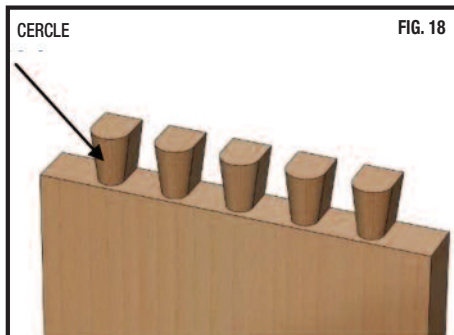

FIG. 18
1. Afin de joindre deux morceaux de bois en utilisant un joint de queue d'aronde, le cercle créé par le gabarit de queue d'aronde doit être évité. (fig. 18)